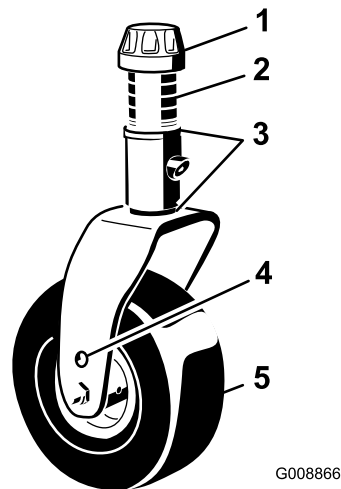
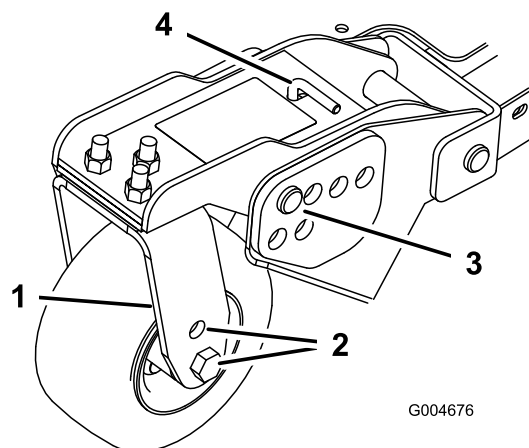
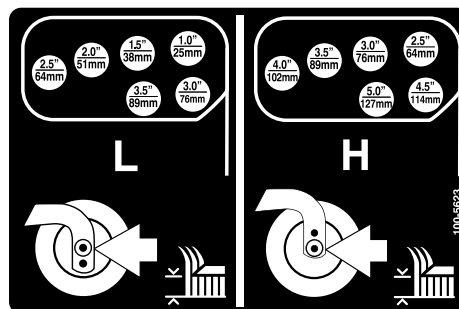

Figura 21
Figura 23
Figura 24
1. Coloque los ejes de las ruedas giratorias en el mismo taladro en todas las horquillas (Figura 21 y Figura 23).
2. Retire el casquillo tensor del eje y deslice el eje fuera del brazo de la rueda giratoria (Figura 21).
5. Retire la chaveta y los pasadores de los brazos de pivote de las ruedas giratorias (Figura 23).
6. Gire la varilla tensora para elevar o bajar el brazo de pivote hasta que los taladros estén alineados con los taladros seleccionados del soporte de ajuste de la altura de corte en el bastidor de la carcasa de corte (Figura 23 y Figura 24).